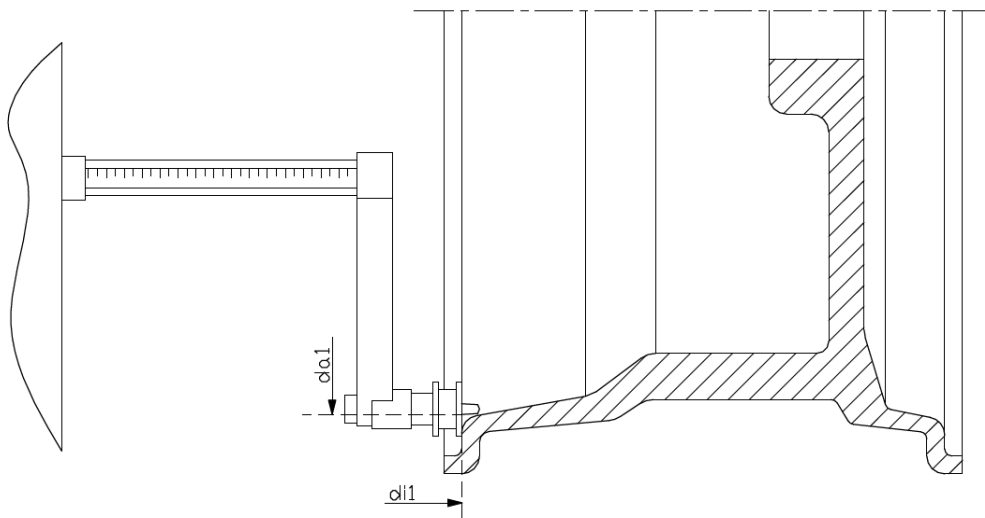
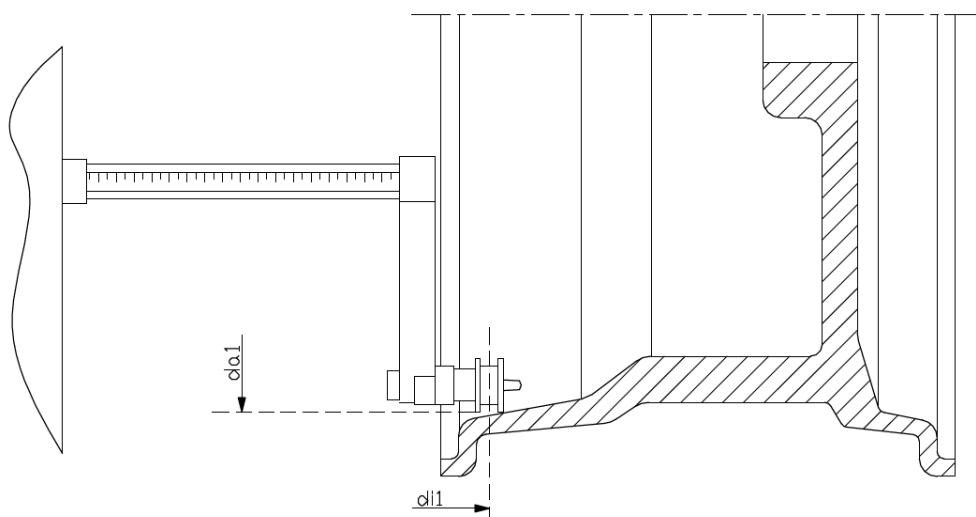

Bild 3.8 – Automatische Erfassung des Abstands der internen Ebene für ALS1
Bild 3.9 – Automatische Erfassung des Abstands der internen Ebene für ALS2
3. Platzieren Sie den Messarm so auf der Felge, dass die Position die der internen Ebene entspricht, wo das Wuchtgewicht angebracht werden soll. Beachten Sie Bild 3.8 für ALS1 und Bild 3.9 für ALS2.